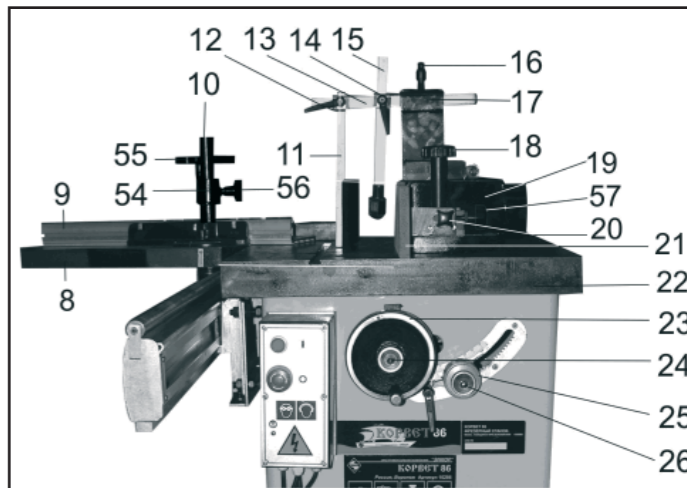

Рис. 12
9.1. Регулировка перед началом работы (Рис. 12, 13, 14)
10.1. Подготовка к работе (Рис. 12)